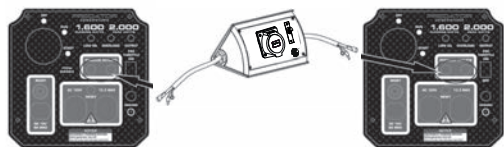

Figur 2
4. Du bør ikke plassere den parallell koblingsboksen på bakken (figur 2), da dette kan forårsake feilkobling grunnet uttrekkskraft på støpsel. Husk at det er vesentlig at den parallell koblingsboksen er tilkoblet jord, og at alt utstyr er plassert på en tørr plass.